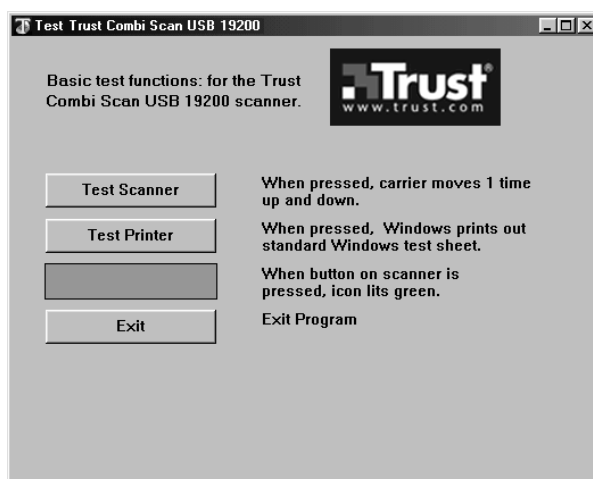

Figura 32: Il programma diagnostico
1. Avviare 'Trust Scanner Test Program' facendo clic su 'Avvio', 'Programmi' quindi 'Trust Combi Scan USB 19200' e 'Test Program'. Apparirà una finestra come quella riportata in figura 32.